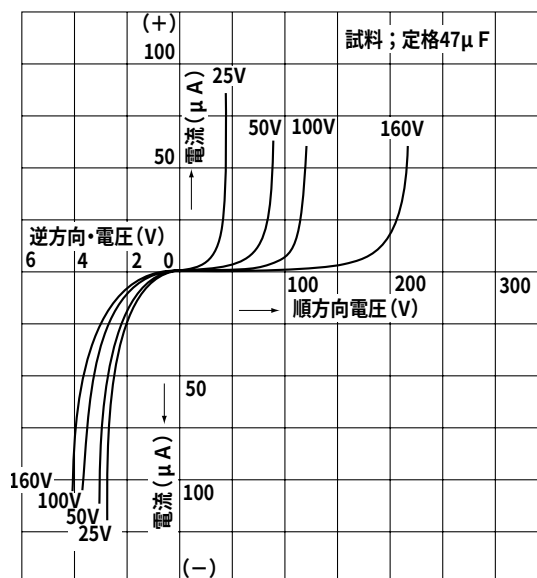

図 2-2 V-I 特性 (電圧-電流特性)
アルミニウム電解コンデンサに電圧を印加したときの、印加電圧と電流の関係を(図 2-2)に示します。(図 2-2)より、
(図 2-2 V-I 特性) に示したようにアルミニウム電解コンデンサは逆方向に対して耐電圧を持っておりません。したがってアルミニウム電解コンデンサを交流回路で使用すると、 $I = \omega CE$ で算出した値以上の電流が流れます。アルミニウム電解コンデンサの内部抵抗をR (Ω) とすると、電流によって $W = I^2 R$ (W) のワット損失により発熱します。アルミニウム電解コンデンサは内部抵抗が大きいため発熱も大きく、発熱によって電解液が蒸発しコンデンサの内圧が上昇し、圧力弁作動状態となります。なお、両極性アルミニウム電解コンデンサであっても連続交流回路には使用できません。